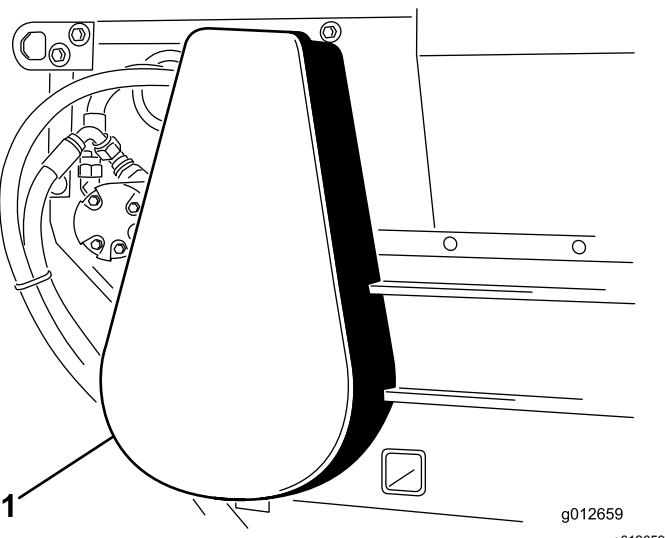

Рисунок 23
- Снимите кожух цепи (Рисунок 23).
- Установите крышку цепи (Рисунок 23).